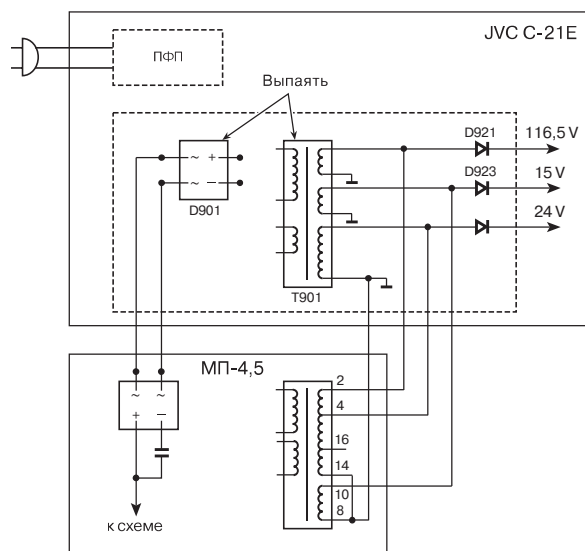

Рис. 1. Подключение МП-4-5 к телевизору JVC C21E
- выводы МП-4-5 распаять согласно рис. 1;